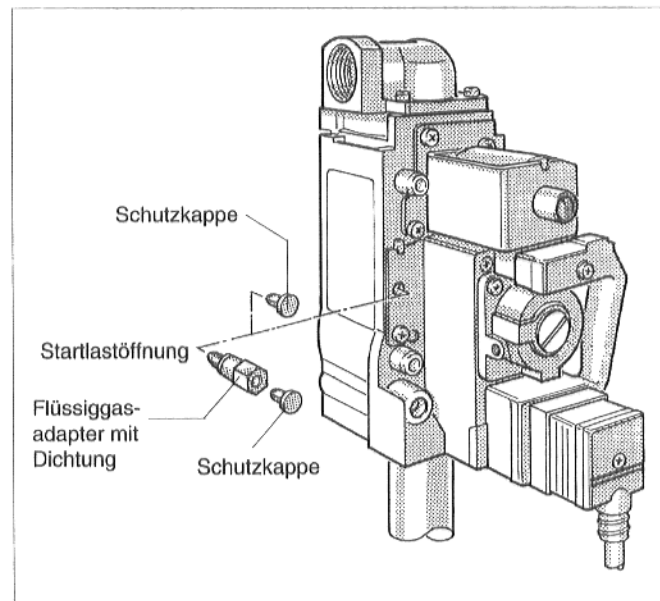

Abb. 49: Gasbrennerarmatur "Honeywell" VR 4601
- Bei Umstellung auf Flüssiggas Schutzkappe über der Startlastöffnung entfernen und Flüssiggasadapter mit Dichtung einschrauben. Sollte der Flüssiggasadapter nicht mit einer eigenen Schutzkappe versehen sein, Schutzkappe der Startlastöffnung auf den Flüssiggasadapter aufstecken (Abb. 49).
Bei Umstellung auf Erdgas Adapter herausdrehen und Schutzkappe auf Startlastöffnung aufstecken (Abb. 49).